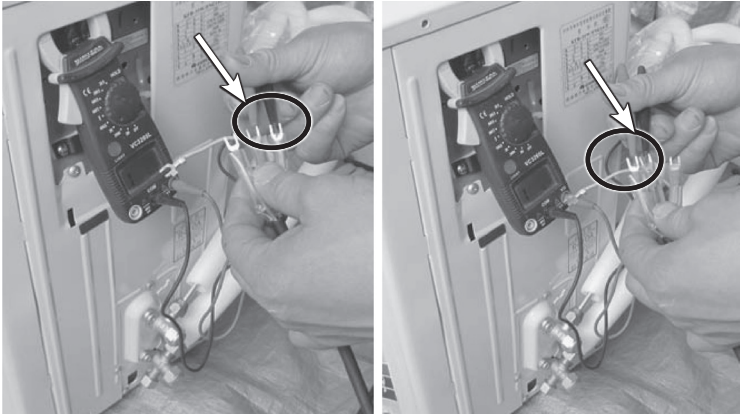

图 5-51 测量 1、2 线与 2、3 线间的电阻为无穷大
5) 在室外机接线端子处取下连线线,单独测量连线线之间的阻值,如图 5-51 所示。